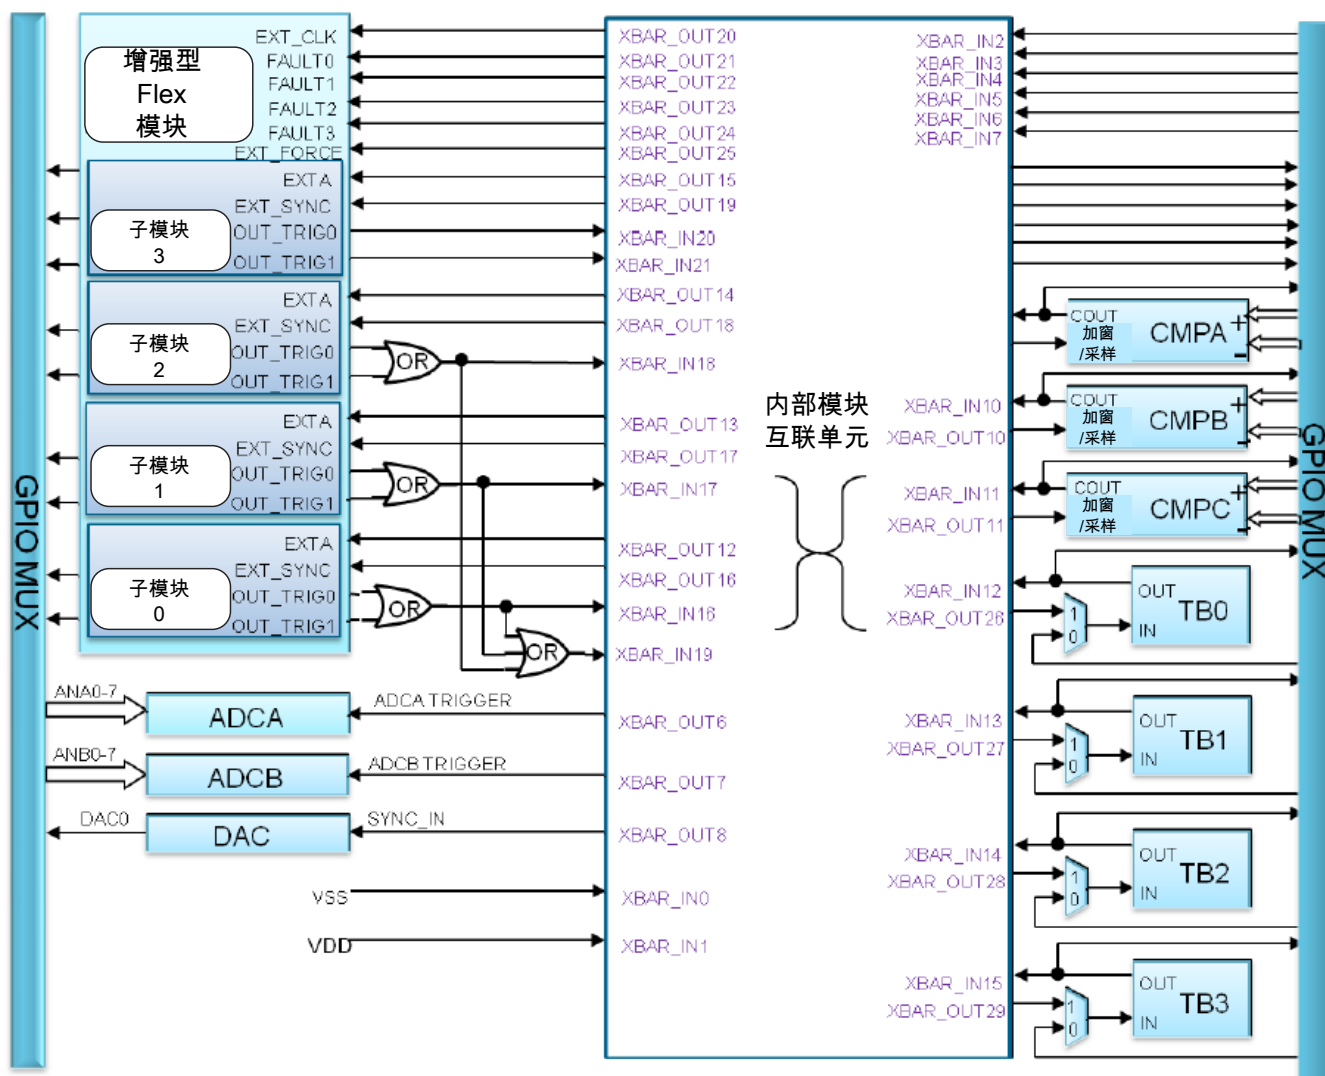

图 2. 56F82xx 内部模块互联单元实现
- 内部模块互联单元提供非常大的灵活性, 用户可以根据应用需要对外设进行互连。图 2 显示了 DSC 56F82xx 的内部模块互联单元互连示例。
如图 2 所示，ADC 触发信号与内部模块互联单元输出 XBAR_OUT6 和 XBAR_OUT7 相连。用户可以使用任意的内部模块互联单元输入信号作为 ADC 模块的触发信号。这与之前的数字信号控制器不同，之前 DSC 上的外设互连是固定的。
除了边沿控制, 所有比较事件还可用于其他用途。首先是中断的产生, 所有比较事件均可产生中断事件。其次, 所有比较事件均可用于产生触发事件。每个 eFlexPWM 子模块都具有 2 个触发输出: OUT_TRIG0 和 OUT_TRIG1。VAL0、VAL2 和 VAL4 的触发信号进行或运算后输出到 OUT_TRIG0, VAL1、VAL3 和 VAL5 的触发信号进行或运算后输出到 OUT_TRIG1。所有来自子模块的触发输出均连接到内部模块互联单元。56F82xx DSC 系列的触发输出连接如 图 2 所示。
2. 要将 eFlexPWM 用作触发源，内部模块互联单元必须配置为将 eFlexPWM 的触发信号输出连接到 ADC 的输入触发信号。这样，就需要两个触发信号；用户可以使用任意子模块，因为每个子模块至少具有三个未使用的比较值寄存器（参见表 1）。例如，选择子模块 0，并且内部模块互联单元配置为将输入 IN18（子模块 0 的 TRIG0 与 TRIG1 或运算信号）连接到输出 OUT6（ADCA 触发信号）。由于两个 ADC 并行运行，因此无需将触发信号连接到 ADCB。参见图 2。